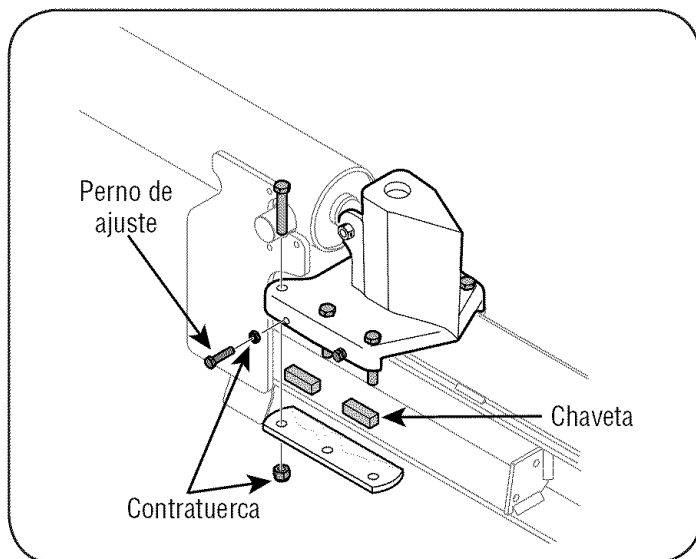

Figura 5-1
1. Ajustar las contratuercas en los dos pernos de ajuste del lado de la muñeca. Ver la Figura 5-1.
1. Aflojar las contratuercas debajo de cada placa posterior y deslizar hacia afuera las chavetas. Ver la Figura 5-1.